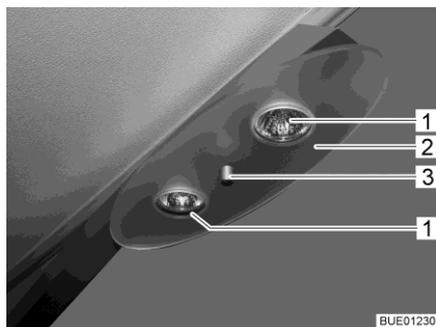

Fig. 191 Plafonnier halogène
- Dévisser l'écrou de fixation (Fig. 191,3) et retirer le plateau de couverture (Fig. 191,2).
- Retirer l'ampoule halogène (Fig. 191,1).